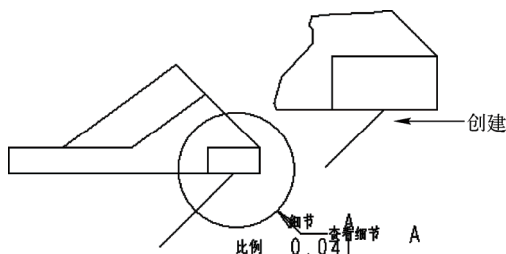

图 14-30 创建详细视图
STEP 05 在图形右方的合适位置上单击鼠标左键，即可创建详细视图，效果如图 14-30 所示。